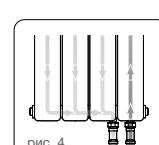

рис. 4
- Радиатор подключается к трубопроводам с помощью узлов (кранов) нижнего подключения прямых или боковых G3/4" (рис. 4).